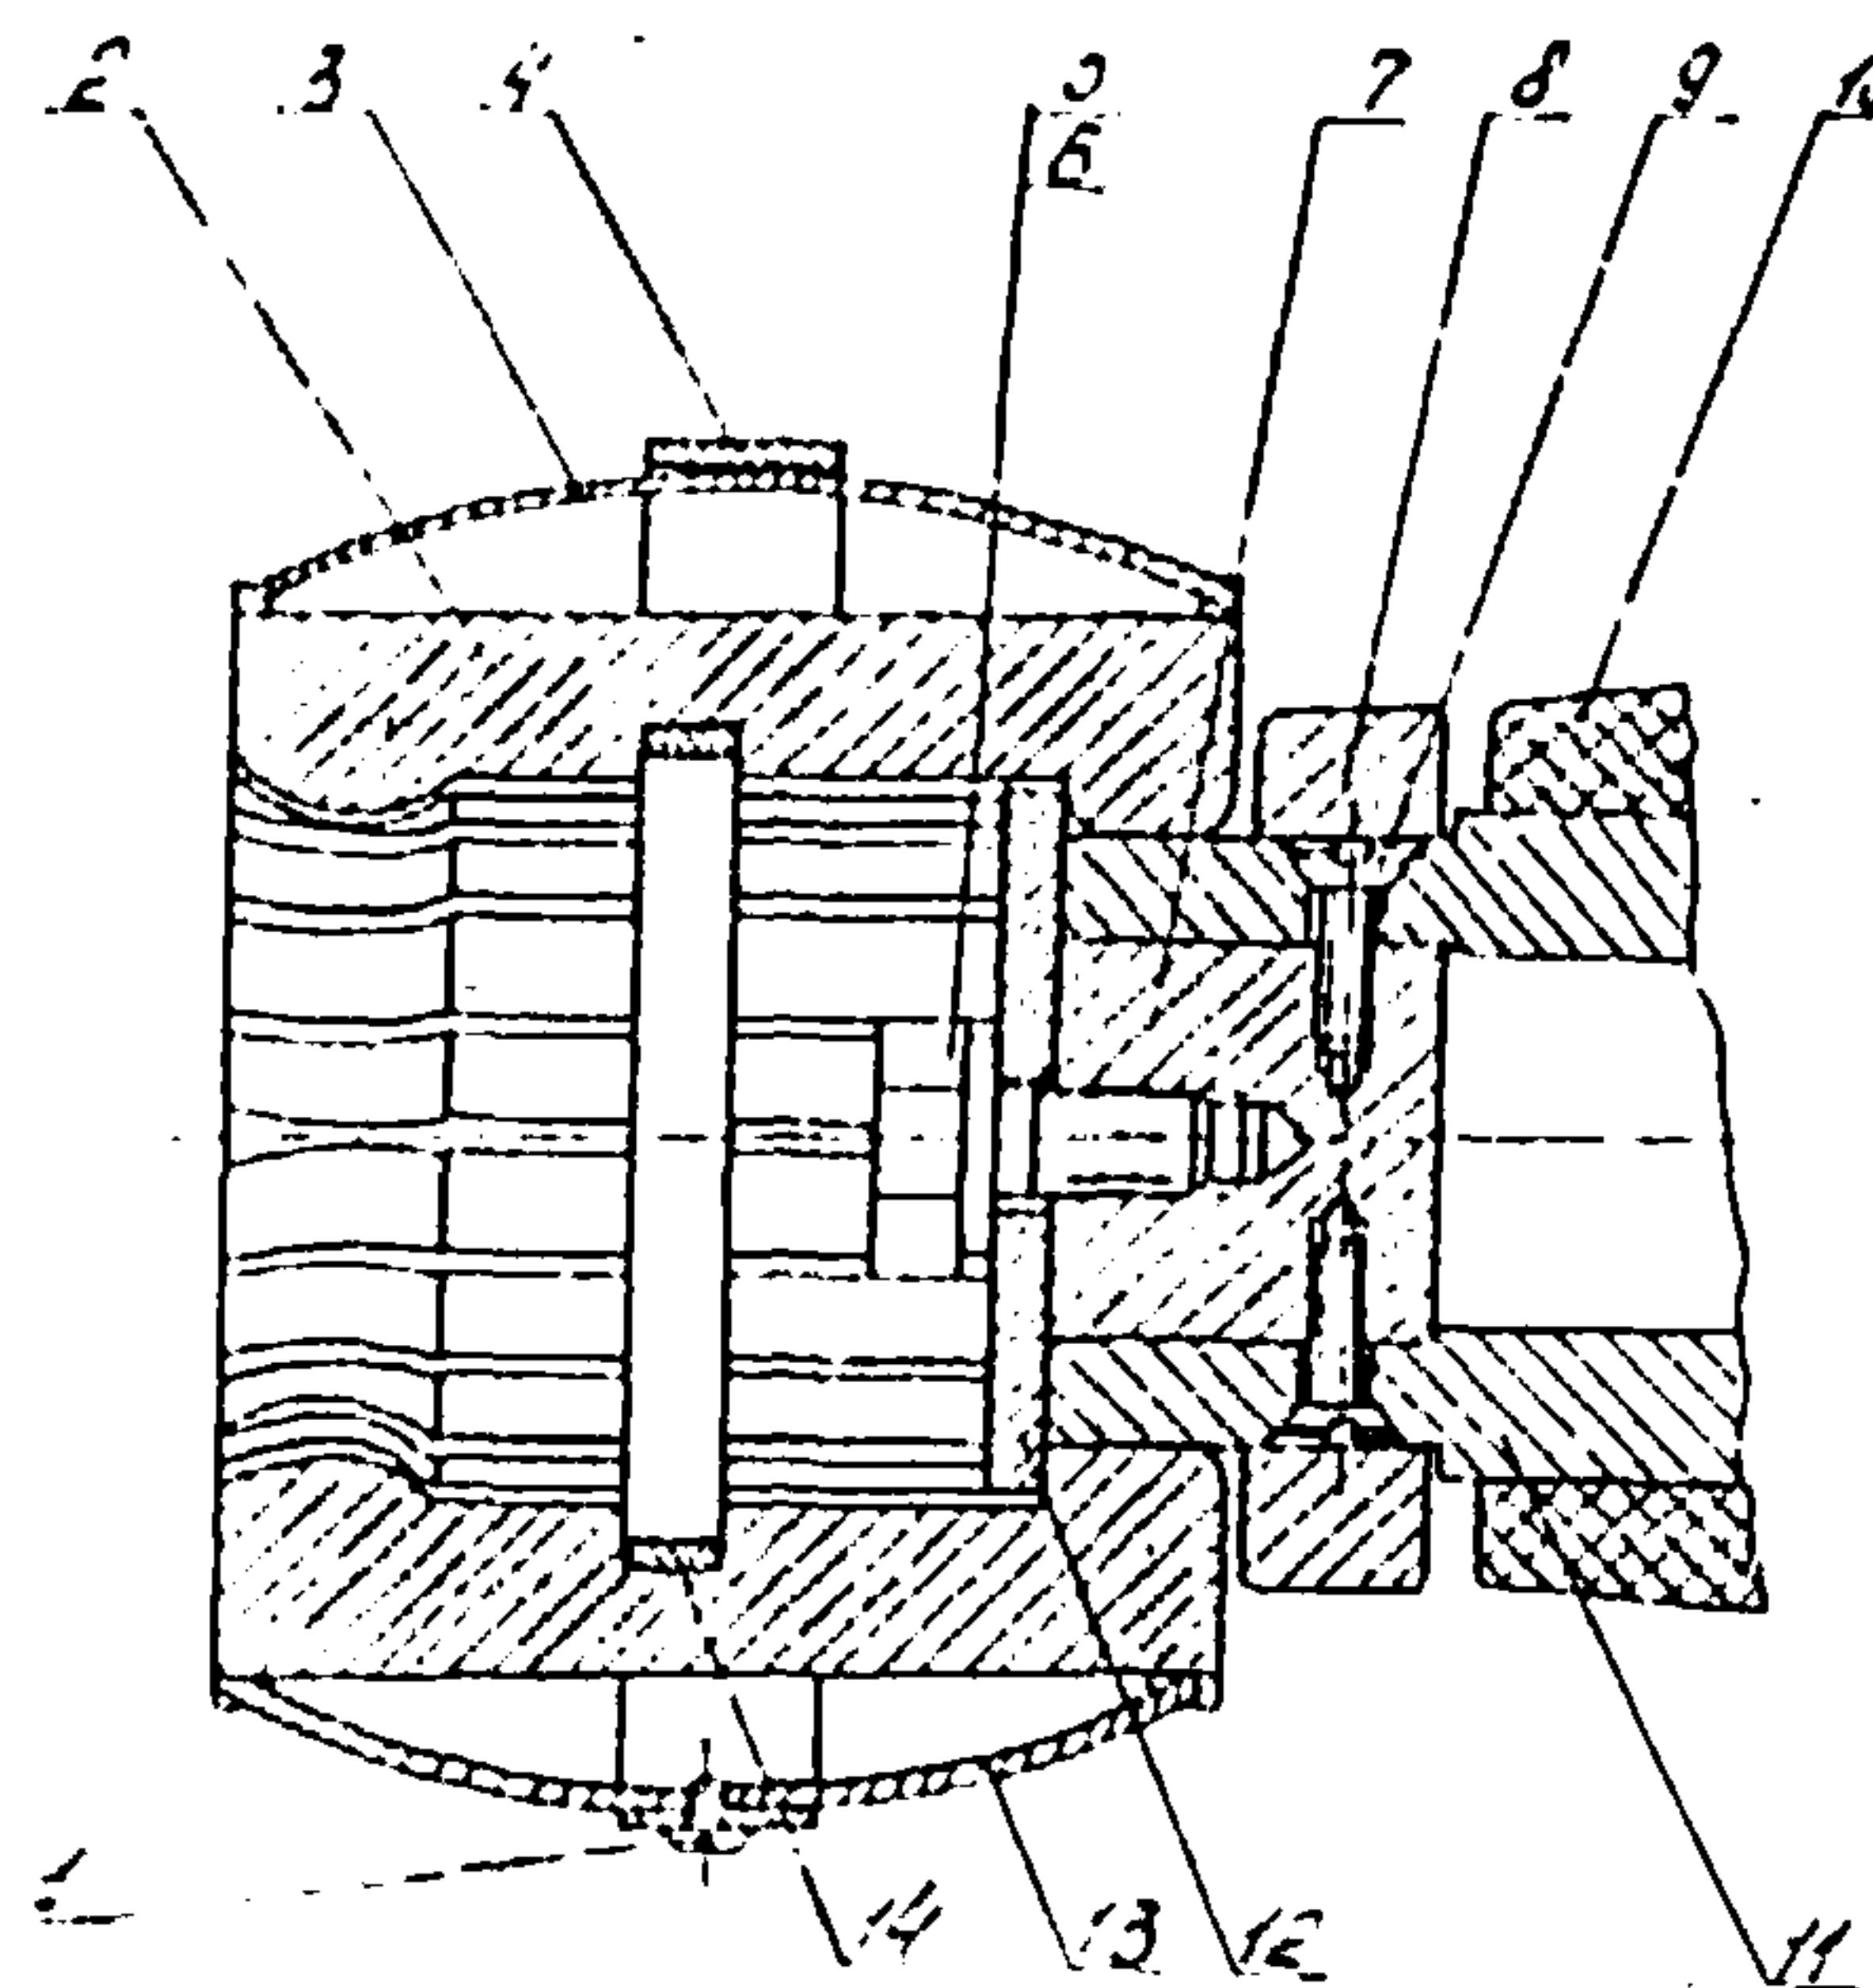

Рис.2. Розеточный контакт:
02.1. Вывернуть болт 5 (рис.2) и снять контакт в сборе с изолятором 10.